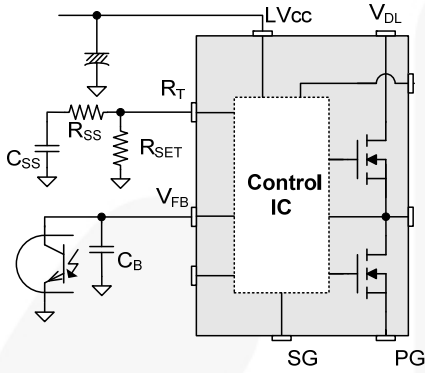

图 24. 外部软启动电路
**4. 软启动控制:** 启动时, 占空比开始缓慢增大, 为变压器、电感和电容建立正确的工作条件。输出电容上的电压逐渐增加, 从而顺畅地建立所需的输出电压。软启动时间在内部实施  $15\text{ ms}$  (当工作频率设置为  $100\text{ kHz}$  时。) 此外, 为帮助软启动操作, 将在  $R_T$  引脚上从外部连接电容和电阻, 如图 24 所示。在打开电源前, 电容  $C_{SS}$  保持完全放电。上电后,  $C_{SS}$  由经过  $R_T$  引脚的电流逐渐充电, 这可确定工作频率。流经  $R_T$  引脚的电流与所连接电阻的总阻抗成反比。由于  $R_{SS}$  以并联方式添加在  $R_{SET}$  上, 启动时的总阻抗低于正常操作时的阻抗, 这意味着工作频率持续从较高到下降至正常水平。最终  $C_{SS}$  完全充电至  $R_T$  引脚电压并且工作频率仅由  $R_{SET}$  确定。